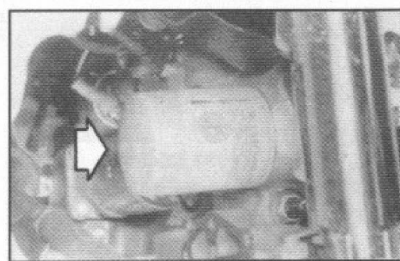

fig. 7
- substitua o filtro de óleo **fig. 7** ou **8**. Antes de montar o filtro novo, unte a sua junta com óleo do motor. Em seguida rosqueie o filtro em seu suporte; quando a junta tocar a base do suporte, rosqueie mais 3/4 de volta;